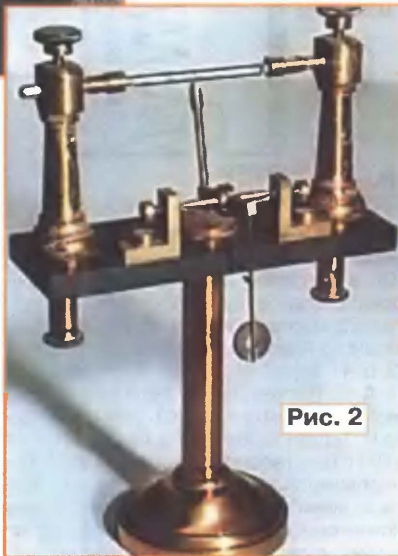
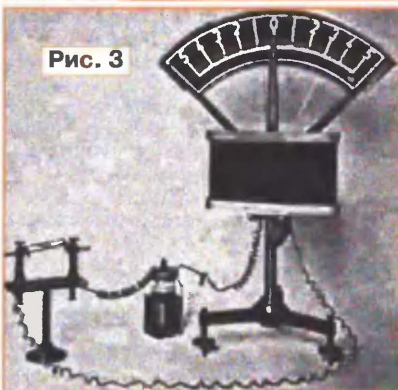
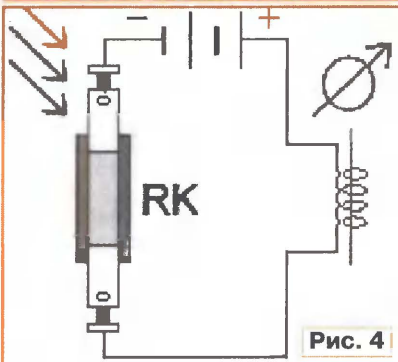

Рис. 2
Рис. 3
Рис. 4
Разработанную конструкцию стеклянной трубки с металлическим наполнителем Бранли назвал радиокондуктором (RK), т. е. проводником приходящих излучений. Дошедшее до наших дней фото Бранли в лаборатории представлено на рис. 1, радиокондуктора — на рис. 2, радиокондуктора в цепи с гальванометром и батареей — на рис. 3. На рис. 4 изображена схема электрических испытаний. Чтобы нейтрализовать шунтирующее действие батареи питания на радиокондуктор, Бранли помещал в цепь проволочные резисторы с обычной (виток к витку) намоткой на каркасе, поэтому обладающие некоторой индуктивностью (рис. 5). Отдельные исследователи творчества Бранли принимают их за элементы селекции.
(рис. 4) с сохранением в его составе источника питания (12В). Монтаж электронного блока показан на рис. 5. ПАУ и разветвитель крепят на месте удаленного канального усилителя. Фильтр 4 смонтирован (его не видно) на входных лепестках в верхней части корпуса. Располагать его на плате ПАУ не рекомендуется из-за опасности самовозбуждения.